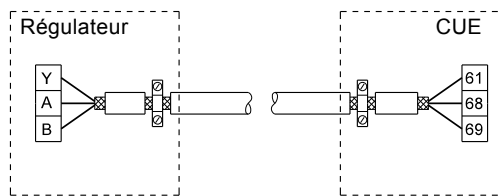
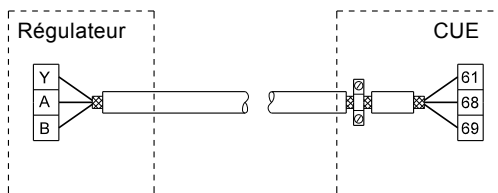

Fig. 40 Exemple de branchement d'un câble bus à 3 conducteurs, avec blindage connecté aux deux extrémités
Fig. 41 Exemple de branchement d'un câble bus à 3 conducteurs, avec blindage connecté au CUE (régulateur sans presse-étoupes)
- Raccorder le blindage au cadre aux deux extrémités câbles de signal et câbles du moteur. Voir fig. 40. Si le régulateur n'a pas de presse-étoupes, raccorder seulement le blindage au CUE. Voir fig. 41.